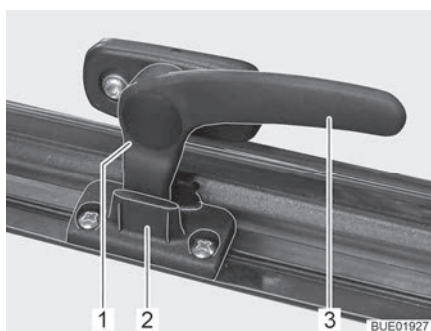

Fig. 31 Levier de verrouillage en position "Aération permanente"
- En position "Aération permanente" (Fig. 31)
- Tourner le levier de verrouillage (Fig. 31,3) d'un quart de tour vers le centre de la fenêtre.
- Tourner le levier de verrouillage d'un quart de tour vers le cadre de la fenêtre. Le tenon de verrouillage (Fig. 31,1) doit pénétrer alors dans le logement prévu à cet effet dans le verrouillage de fenêtre (Fig. 31,2).